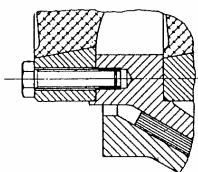
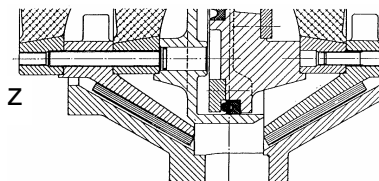

Bild 9
Bild 10
Nach Abschalten der Druckluft ist wie folgt vorzugehen: Die vier im Außenring des elastischen Ringelementes an der Abtriebsseite eingeschraubten kurzen Sechskantschrauben heraus-schrauben. Diese Schrauben haben durchgehende Gewinde bis zum Schraubenkopf und sind um 90° zueinander versetzt (↗ **Bild 9**). Auf dem gleichen Lochkreis des elastischen Ringelementes befinden sich vier Gewindelöcher, die durch Kerben (Z) besonders gekennzeichnet sind (↗ **Bild 10**).